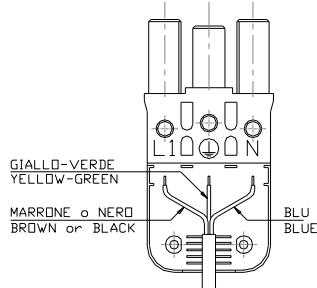

Figura 10 - Figure 10
- Collegare i cavi elettrici nella spina del connettore D secondo quanto riportato in figura 10.